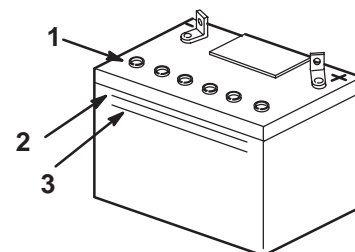

Bild 16
- Sehen Sie sich die Seite der Batterie an. Der Füllstand muss bis zur oberen Linie reichen (Bild 16). Der Säurestand darf nicht unter die untere Linie fallen (Bild 16).
- Entfernen Sie die Entlüftungsdeckel von der Batterie (Bild 16).
- Gießen Sie langsam destilliertes Wasser in jede Batteriezeile, bis der Säurestand die obere Linie (Bild 16) am Batteriegehäuse erreicht.
- Warten Sie nach dem Füllen der Batteriezeilen fünf bis zehn Minuten. Gießen Sie bei Bedarf langsam destilliertes Wasser in jede Batteriezeile, bis der Säurestand die obere Linie (Bild 16) am Batteriegehäuse erreicht.